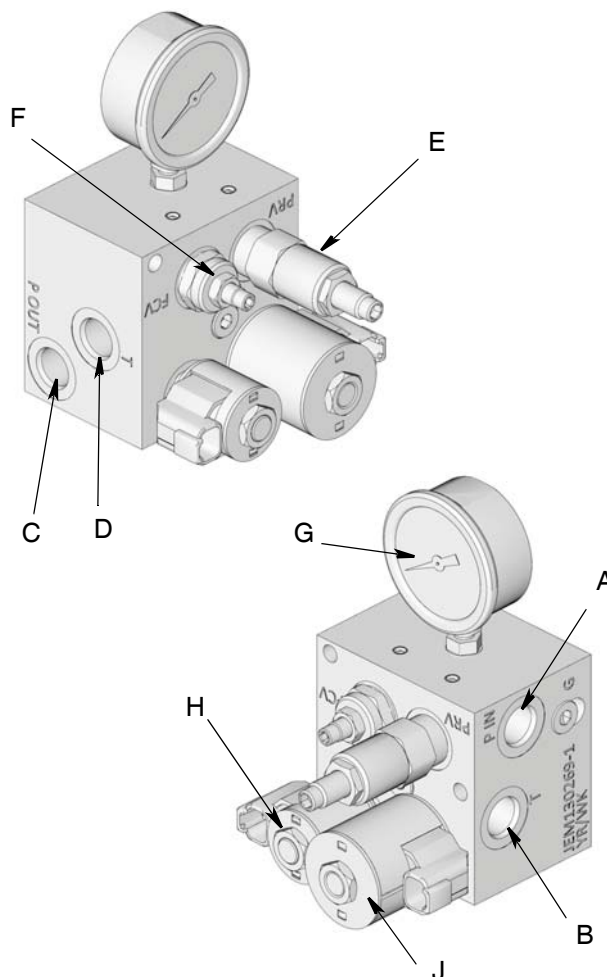
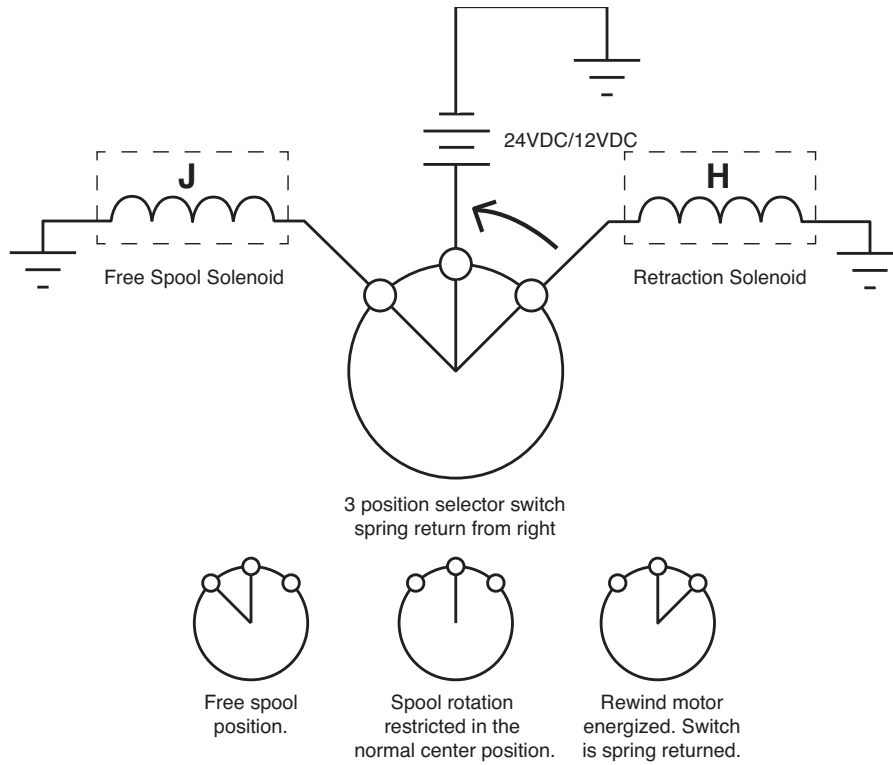
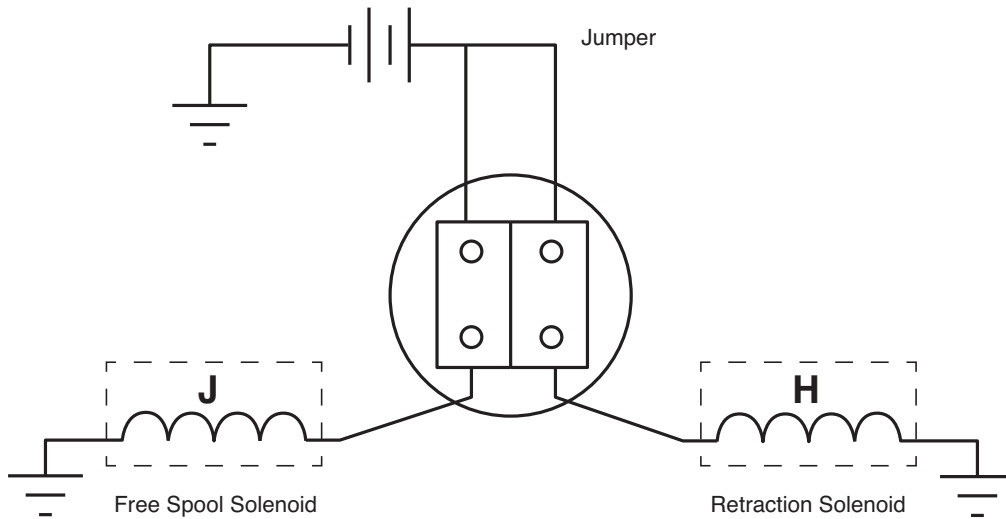

FIG. 19
FIG. 20
FIG. 21
1. Installez la commande hydraulique (réf. Graco 127224 - 12V ou 127225 - 24V. Consultez la section Kits divers, page 41) (FIG. 19).
- a. Branchez le cordon d'alimentation hydraulique dans l'entrée de la pression hydraulique (A).
- b. Branchez le flexible de retour de réservoir dans le port du réservoir (B).
- c. Branchez la sortie de la pression hydraulique (C) dans l'entrée du moteur hydraulique adéquate de l'enrouleur pour obtenir le sens de rotation souhaité.
- d. Branchez le retour de réservoir (D) au port restant du moteur de l'enrouleur.
2. Connectez le commutateur aux solénoïdes du module de commande hydraulique, tel qu'indiqué aux (FIG. 20 et FIG. 21).
- Moteurs hydrauliques - inversez l'entrée et le retour des cordons du réservoir du moteur hydraulique (FIG. 19, page 26).